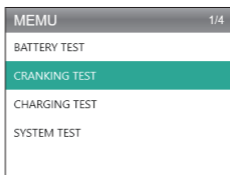

Figura 4.3.1
1. Selecciona "Prueba de Arranque" y presiona [OK]. (Ver la Figura 4.3.1)